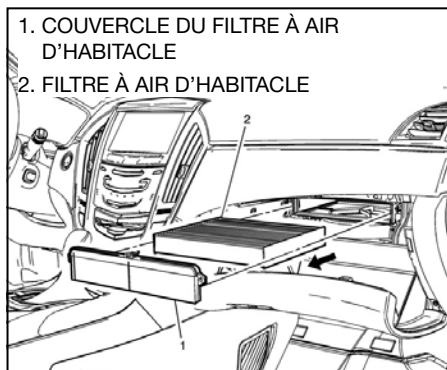

Fig. 26
4. Retirez le filtre à air d'habitacle (voir Fig. 26).